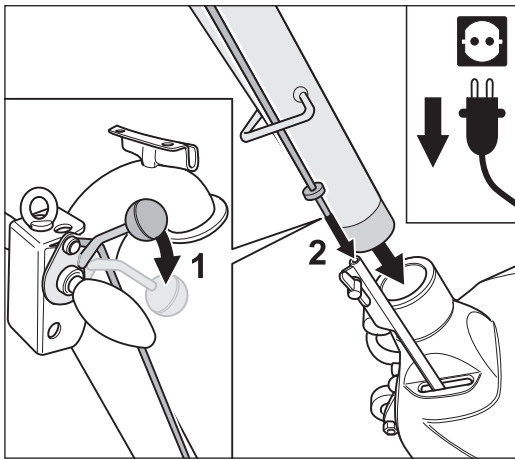

Abb. 8 Beim Einstecken des Führungsrohrs muss das Ablassgestänge richtig eingeführt werden!
- 2 Drücken Sie den Ablasshebel am Handgriff nach unten (Abb. 8, 1).
- 3 Stecken Sie das Führungsrohr in die Gehäuseöffnung und gleichzeitig das Ablassgestänge in das Gestängeunterteil am Maschinengehäuse jeweils bis zum Anschlag (Abb. 8, 2).